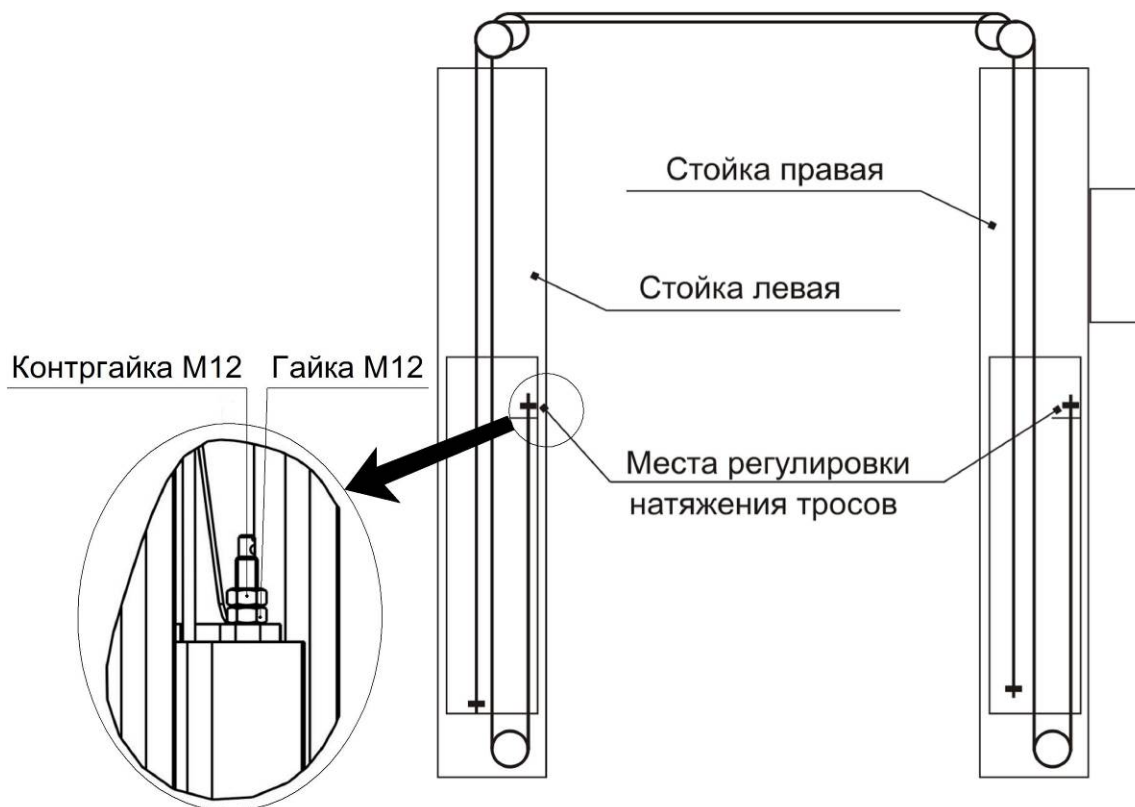

Рисунок 6.5 - Схема запаски синхронизирующих тросов
6.7 Поднять погрузчиком или другими подъемными средствами каретки 4 и установить на защелки 14 (на высоте около 400 мм от пола). Установить тросы системы синхронизации кареток (рисунок 6.5).